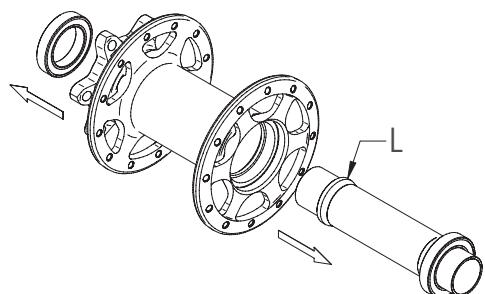
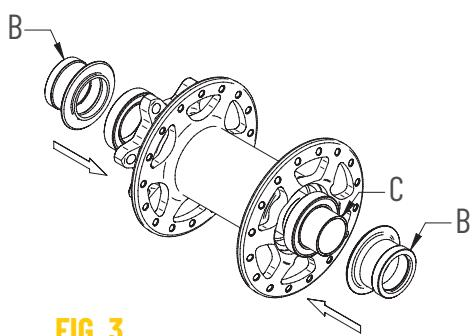

FIG. 2
FIG. 3
- Applicate una leggera pressione al perno (C) utilizzando un utensile con battuta in plastica: esercitate la pressione fino a quando non fuoriesce interamente il cuscinetto dalla propria sede completo di perno (Fig. 2).
- Una volta sfilato il primo cuscinetto, grazie ad un apposito estrattore con diametro 17mm, estraete il secondo cuscinetto (Fig. 2).
- Inserite il perno (C).
- Infilate gli scontri sul perno facendo attenzione che vi siano presenti anche i supporti all'interno (Fig. 3).